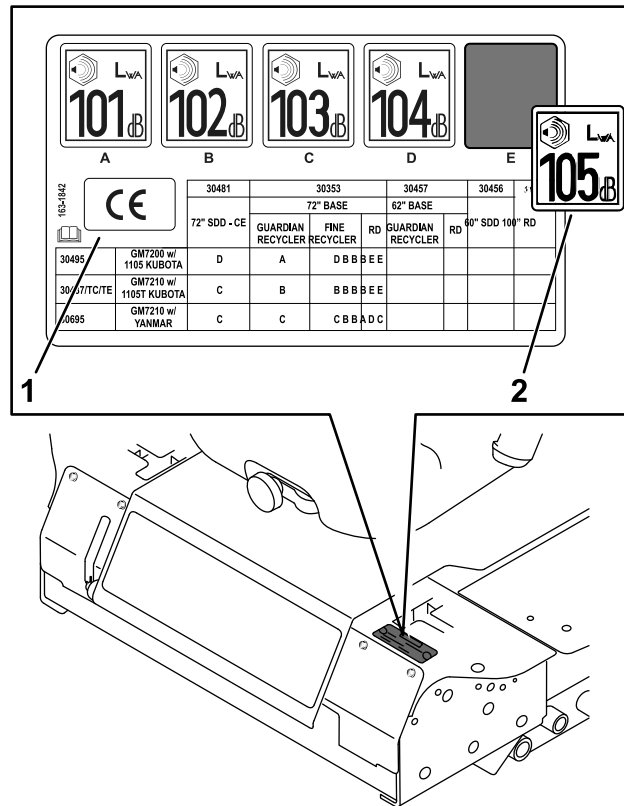

Bild 12
2. Reinigen Sie den Aufkleber der Aufsichtsbehörde und den Bereich in der Nähe des linken Fahrtriebshebels gründlich, wo Sie den Schallpegelaufkleber und den CE-Aufkleber anbringen werden (Bild 12).
4. Ziehen Sie die Schutzfolie des Schallpegelaufkleberteils ab, kleben Sie ihn auf den vorhandenen Aufkleber in der Nähe des linken Fahrtriebshebels, wie in Bild 12 dargestellt, und fixieren Sie den Aufkleber mit einer Rakel, indem Sie mit überlappenden Strichen von der Mitte zu den Rändern hin über den Aufkleber streichen.
5. Ziehen Sie die Schutzfolie des CE-Teils des Schallpegelaufklebers 163-1842 (Bild 12) ab, platzieren Sie ihn dort, wo in der Nähe des Aufsichtsbehördenaufklebers Platz ist, und fixieren Sie den Aufkleber mit einer Rakel, indem Sie mit überlappenden Strichen von der Mitte zu den Rändern hin über den Aufkleber streichen.